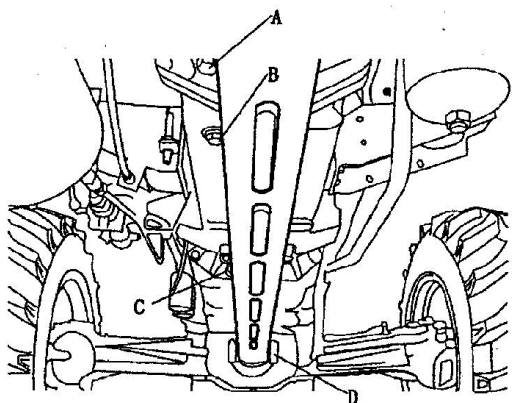

Рис. 5-31 Корпус коробки передач
Чтобы заменить масло (см. Рис. 5-31), снимите заглушки (А), (В), (С) и (D), чтобы полностью слить отработанное масло, затем полностью закройте заглушки, а затем снова залейте новое масло.